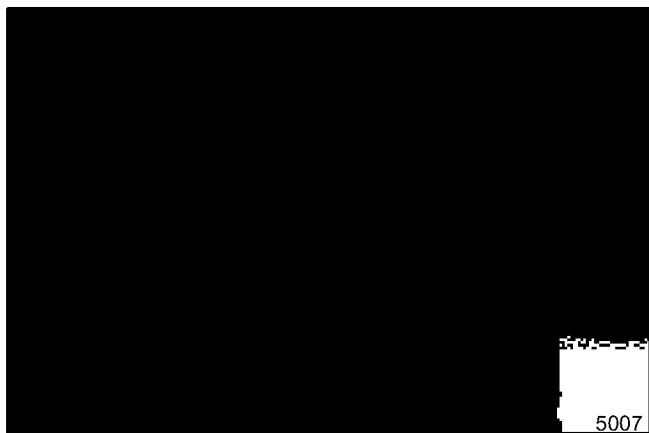
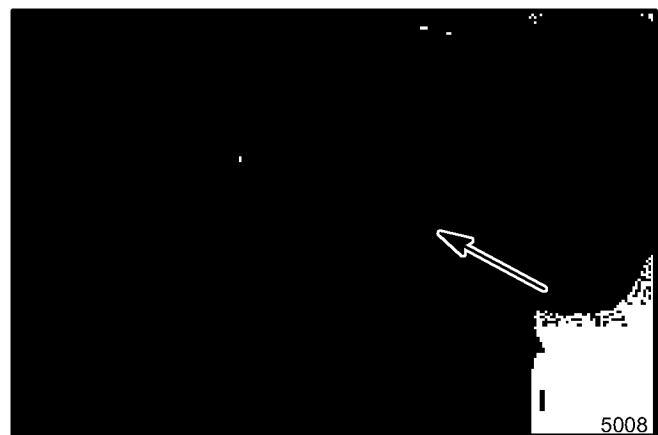

Abbildung 4. Einbau der Spindeltriebsriemen
Abbildung 5. Anbau des Riemenschutzes
7. Riemenschutz entfernen (siehe Abbildung 5). Die Spindel so positionieren, daß der Satz von drei Spindeltreibriemen auf die Riemenscheibe aufgelegt werden kann (siehe Abbildung 4).
10. Der Riemenschutz unter dem Rahmen installieren und mit einer 5/16–18 x 3/4 Zoll Schraube und Sicherungsscheibe sichern (siehe Abbildung 5)